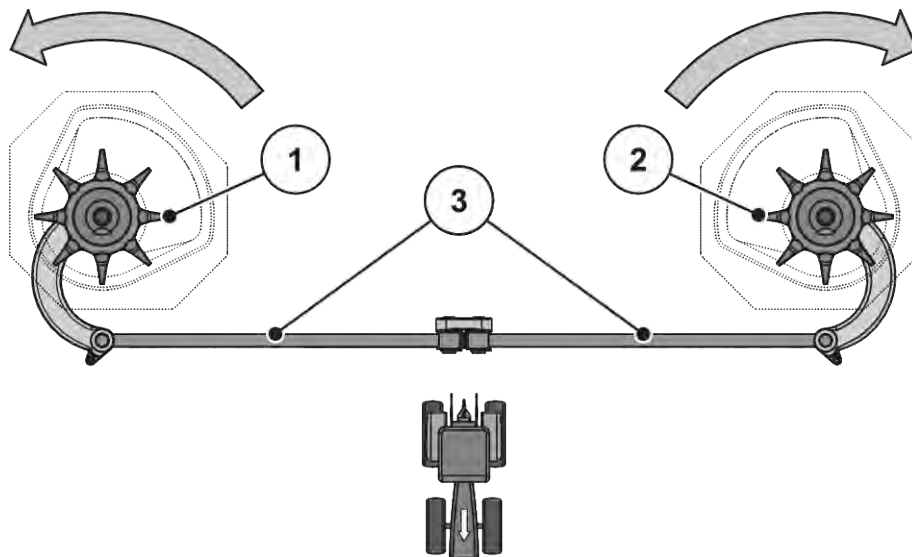

Рис. 93: Проверка привода мешалки
- Поверните рукой головку мешалки **в направлении вращения разбрасывающего диска**. См. Рис. 93 Проверка привода мешалки.
- Поверните головку мешалки с усилием рукой или с помощью ленточного ключа для масляного фильтра **против направления вращения разбрасывающего диска**. См. Рис. 93 Проверка привода мешалки